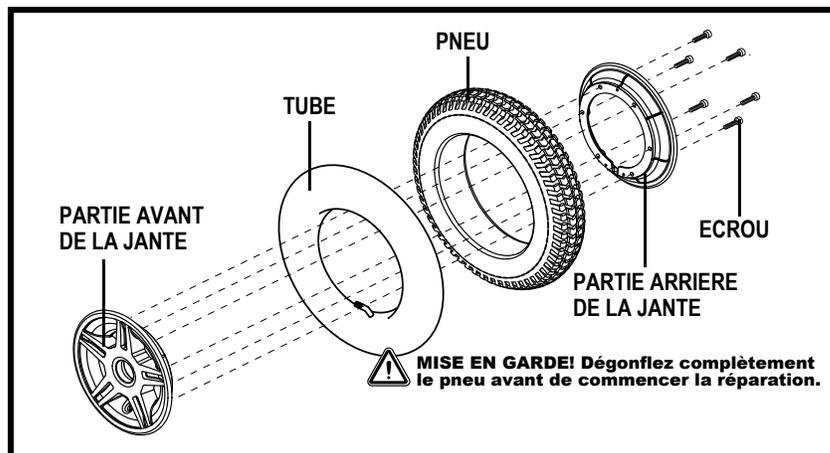

Figure 22. Roue motrice démontée
6. Retirez les vis d'assemblage de la jante pour en séparer les deux parties. **Voir la figure 22.**